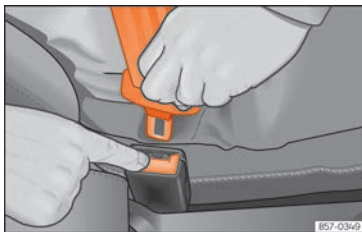

Abb. 25 Schloßzunge vom Gurtchloß lösen.
- Rote Taste im Gurtchloß drücken »» (Abb. 25). Die Schloßzunge springt heraus.